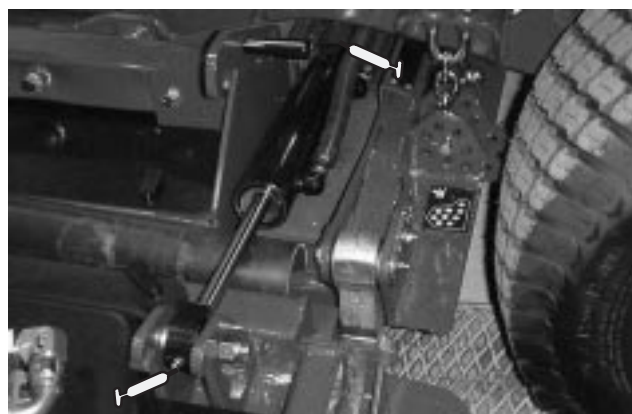

Figure 41
- Vérins de relevage latéraux (4) (Fig. 41)